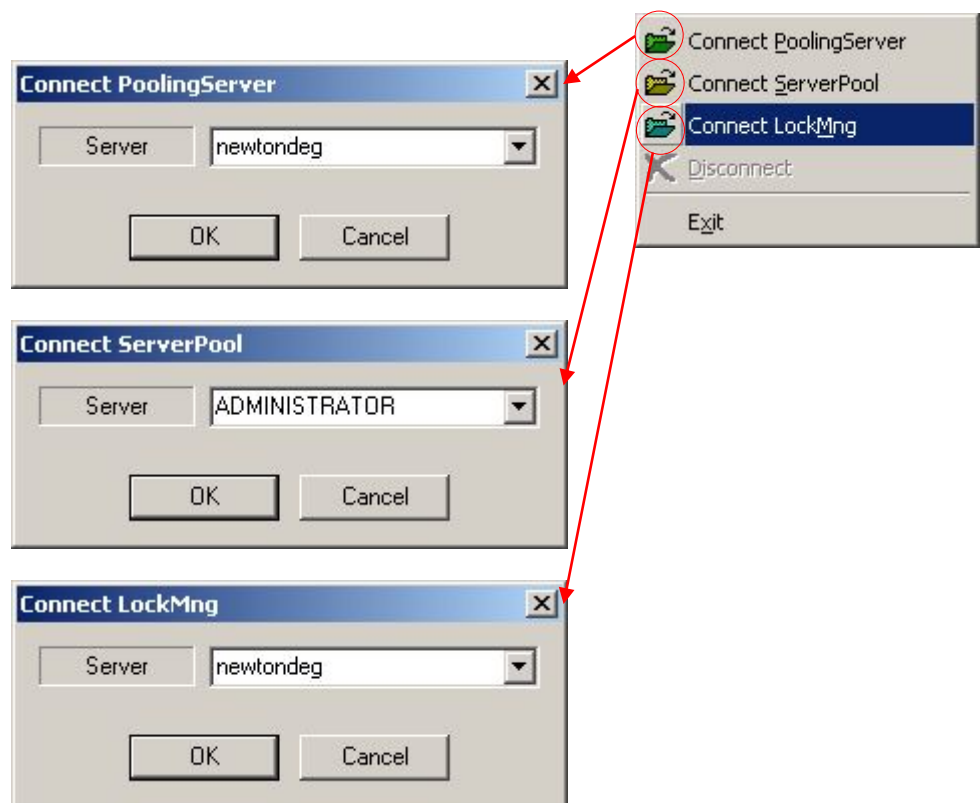

Abbildung 6: Dialogbaustein *Connect PoolingServer*, *Connect ServerPool* und *Connect LockMng*
- ☐ Mit **Connect ServerPool** verbinden Sie sich mit den Servertools eines bestimmten Servers (in Abbildung 6 mit dem gleichen Server = Master).